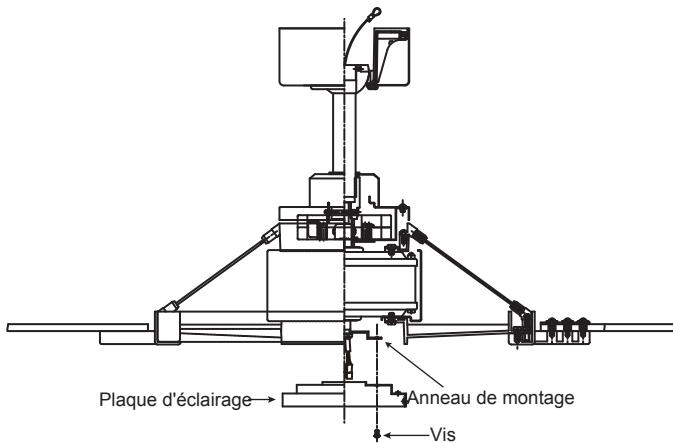

Fig. 16
Étape 1. Desserrez deux vis sur l'anneau de montage fixé à l'axe du moteur et "retirez" et conservez la troisième vis.(Fig. 16)